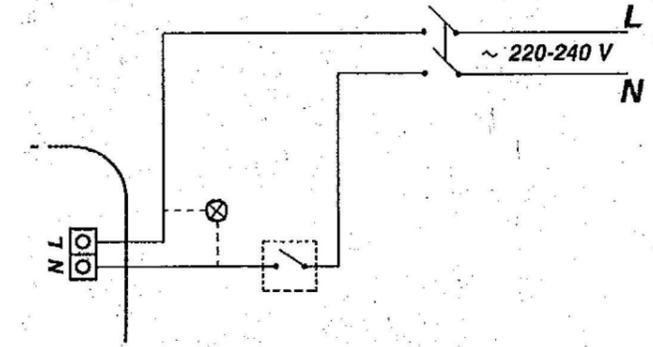

Fig. 7
Bei der Ausführung ohne Zeitschalter das Kabel einfach an die zwei Klemmen anschließen L-N (Abb. 7).
Bij het standaard model kan de bedrading van de elektriciteitskabel gewoon op het kroonsteentje in de ventilator worden aangesloten (fig. 7).
5. Træk el-ledningen igennem en ny eller den eksisterende åbning E og udfor de elektriske forbindelser som anvist i ledningsdiagrammet (fig. 7, 8, 9 & 10).
For standardmodelerne skal elforsyningen forbindes med de to terminaler N-L (fig. 7).